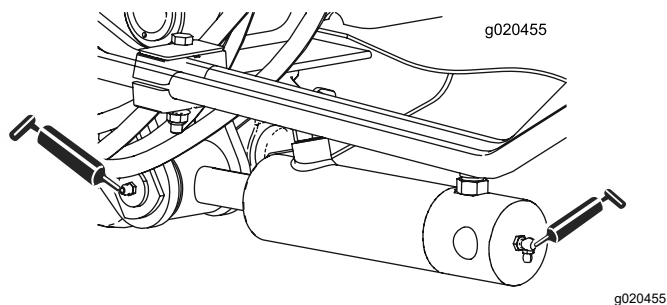

Figura 84
- Casquillos de los cilindros de los brazos de elevación (2 en cada lado) (Figura 84)